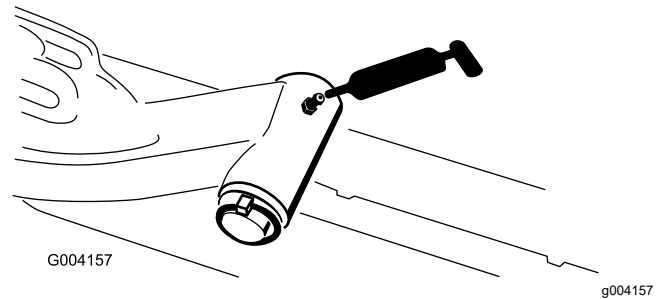

Bild 44
- Hubarmgelenkwelle (1)—Bild 44